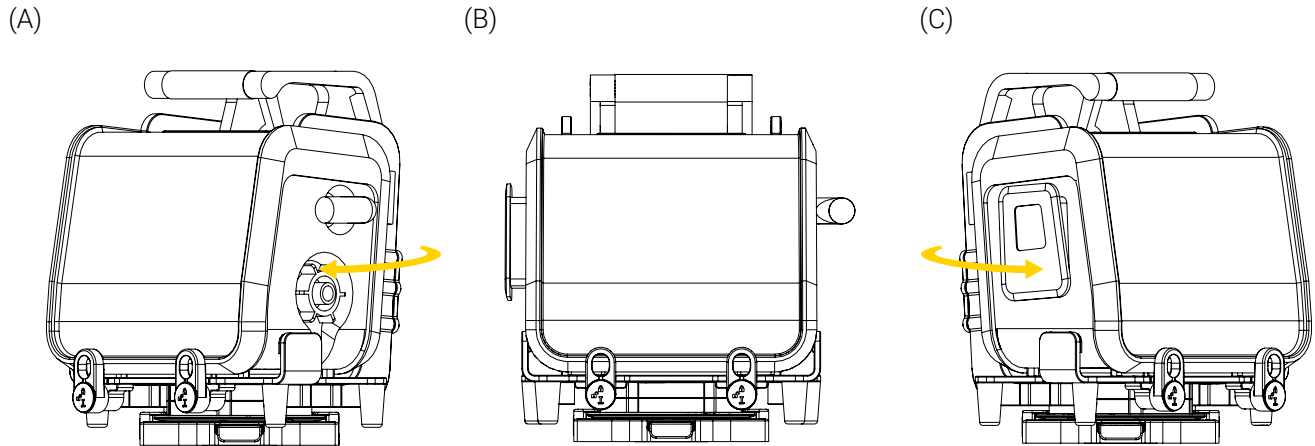

Figure 7: Rotation du support de fixation sur la Base de Fixation Standard
3. Tourner le support jusqu'à 360 ° dans le sens horaire ou antihoraire, jusqu'à la position désirée (Figure 7). Consulter la documentation de l'utilisateur du support de fixation au besoin.